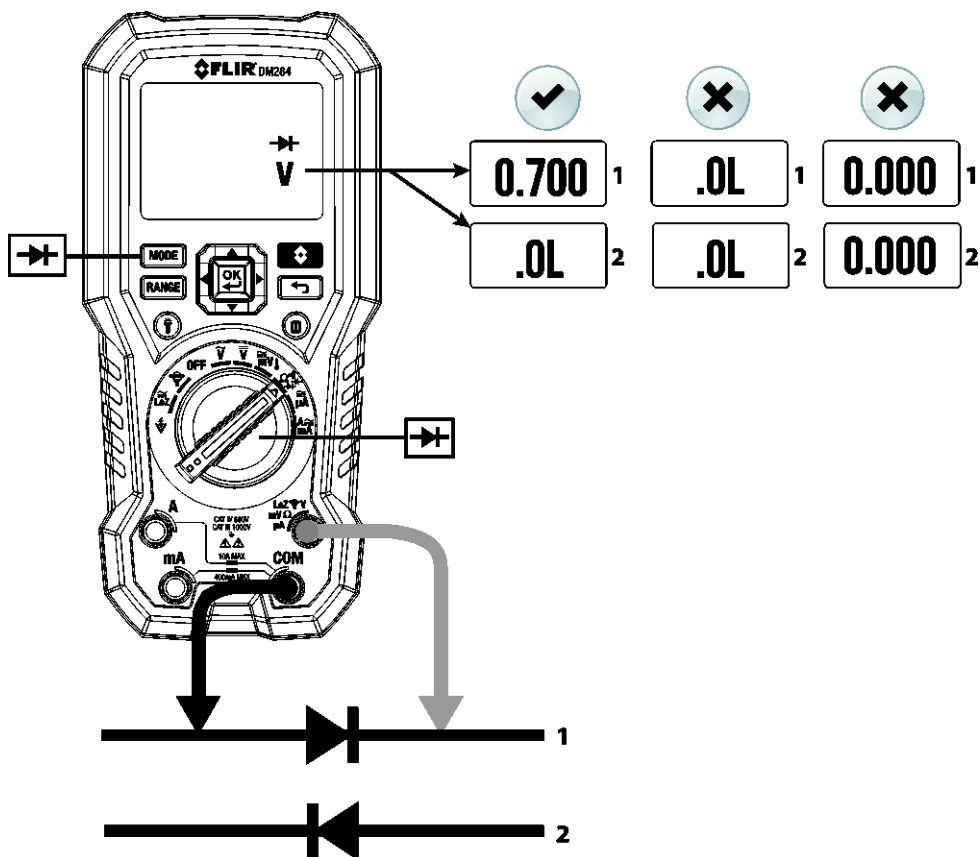

Fig. 7-4 Klassieke Diode Test
4. Plaats de punten van de sondes tegen de te meten diode of halfgeleiderovergang in één polariteit (richting) en vervolgens in de tegengestelde polariteit (richting) zoals getoond in **Fig. 7-4**.